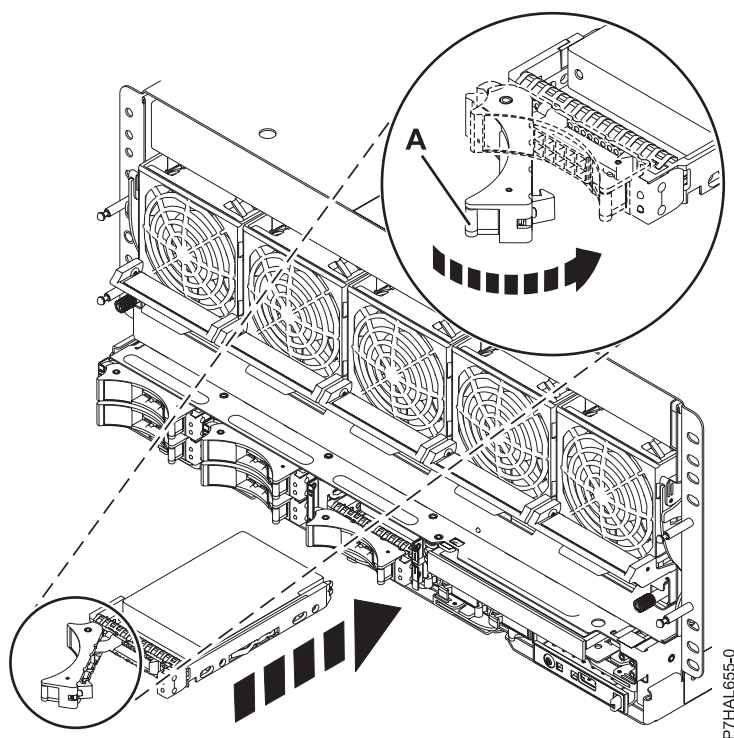

Figura 36. Substitució d'una unitat de disc al sistema
7. Quan el LED d'identificació es torni sòlid, inseriu del tot la unitat de disc o unitat d'estat sòlid en el sistema o unitat d'expansió i feu pressió a la nansa de la unitat (**A**) fins que quedi bloquejada, tal com es mostra a la Figura 36 a la pàgina 62.